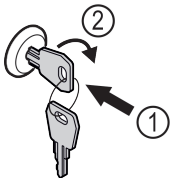

Fig. 167
- ▶ Пъхнете ключа Fig. 167 (1).
- ▶ Завъртете го на 90° по посока на часовниковата стрелка Fig. 167 (2).